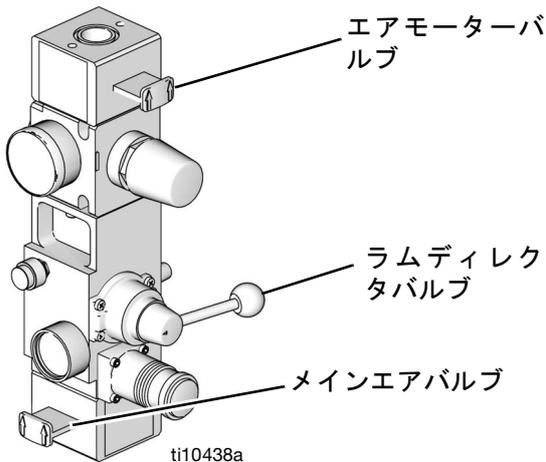

図 3
2. **D200s、D200、D60、および S20 のエアコントロールの場合:** 図 3.
- c. ディレクタバルブを上下に動かしてラムのシリンダからエアを抜きます。図 3.